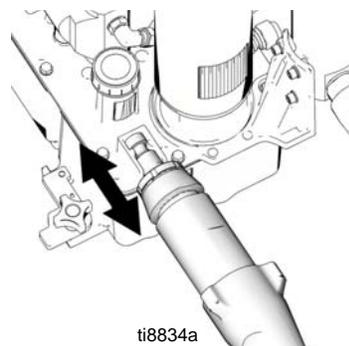

图 20
1. (图 20) 如有需要，可将泵活塞柱放入调整件内并拉泵，使活塞柱拉长。